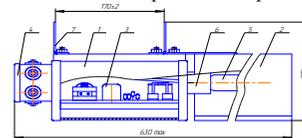

Рис. 1
1.1 Светильник ЖСП155-600-003У5 (рис.1) предназначен для освещения растений в вегетационно-климатических сооружениях.